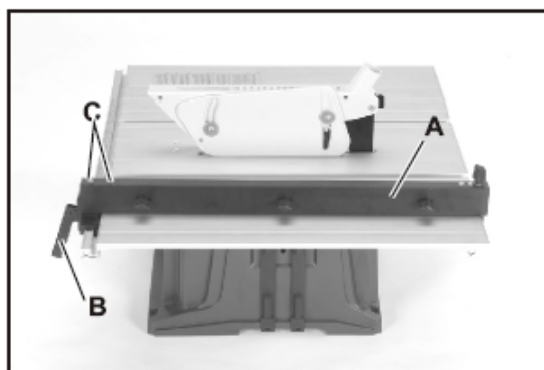

Fig 21.
1. Pour déplacer le guide de délignage (A de la Fig. 21) le long de la table, relevez le levier de blocage du guide (B), faites coulisser le guide jusqu'à l'emplacement désiré de la table et rabattez le levier de blocage du guide (B), pour bloquer ce dernier en position.
2. Un index est prévu pour indiquer à quelle distance de la lame de scie est positionné le guide de délignage. Si un réglage de l'index s'impose, desserrez la vis (C de la Fig. 21) fixant l'index au support de guide de délignage et réglez l'index suivant le besoin.